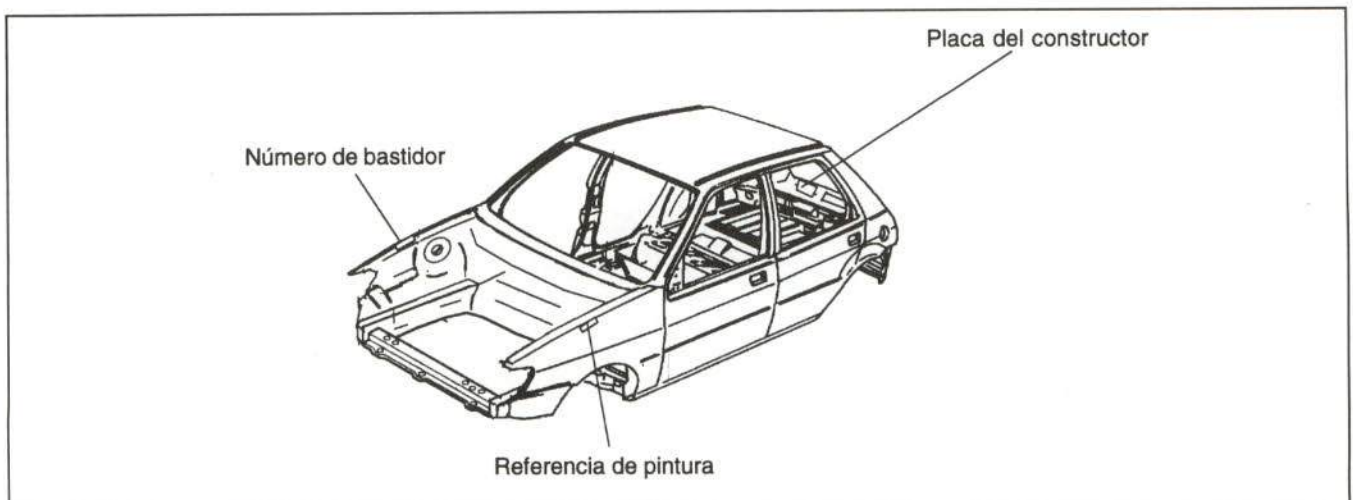

Figura 1.- Situación de las placas de identificación del vehículo
La situación de estas placas se refleja en la figura 1.
• El número de bastidor se encuentra troquelado en el pase de rueda delantero derecho (figura 1). Consta de diecisiete caracteres alfanuméricos (números y letras).